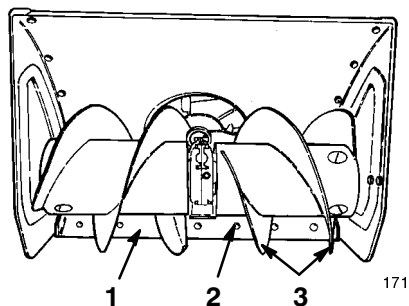

Figure 35
- Desserrez les vis de carrossier qui fixent la lame racluse au carter de la tarière (Fig. 35).
- Placez un support sous les lames de la tarière (Fig. 35) pour qu'elles se trouvent à 3 à 6 mm au moins de la surface du sol.